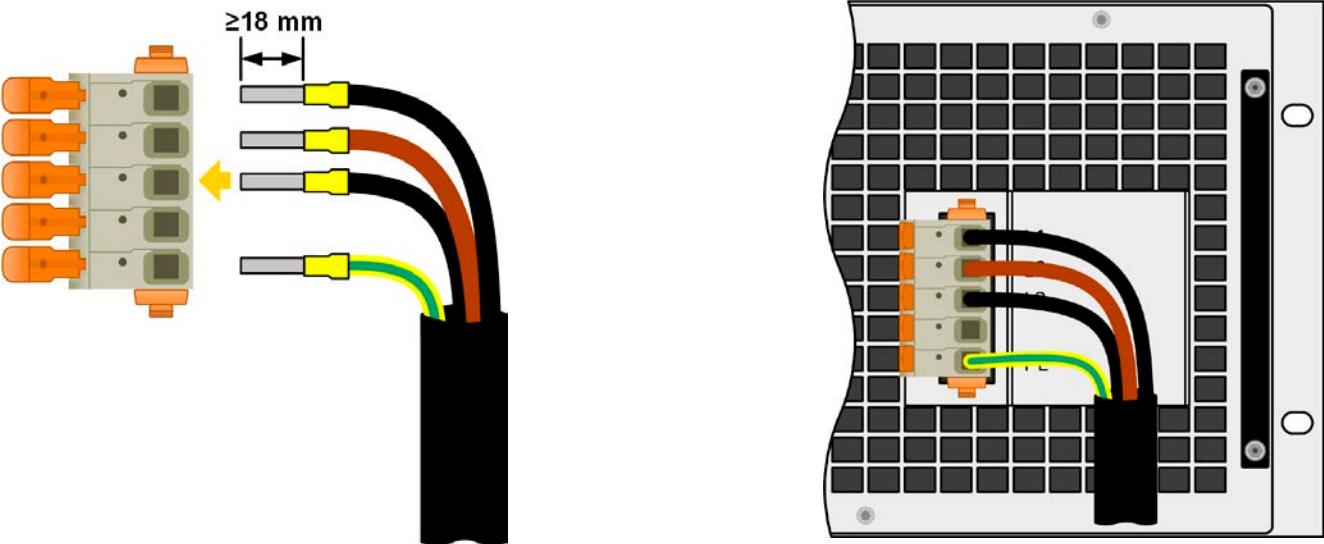

图 8 - 配4根导体的交流线范例（欧版色标，标配清单不含此部件）
- 感测线跟负载之间要+与+，-与-相连，否则会损坏两台电源的感测输入端。见下面图8。